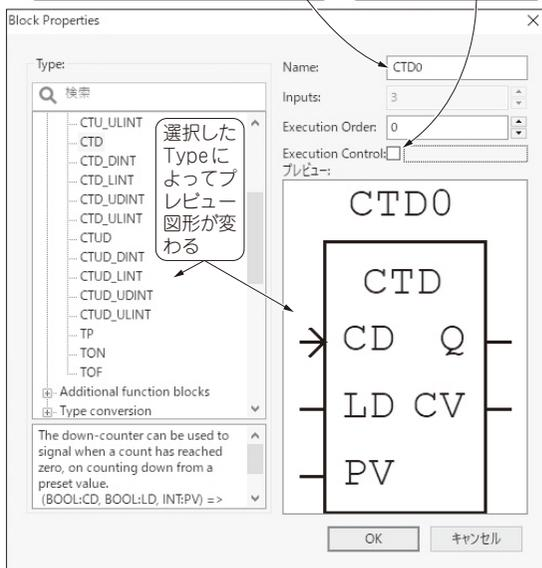

図2 Block Property窓が開くとファンクションの図形が表示される
3. Block Property窓が開き、窓内のTypeペインからファンクションを選べるとプレビューにファンクションの図形が表示される（図2）。